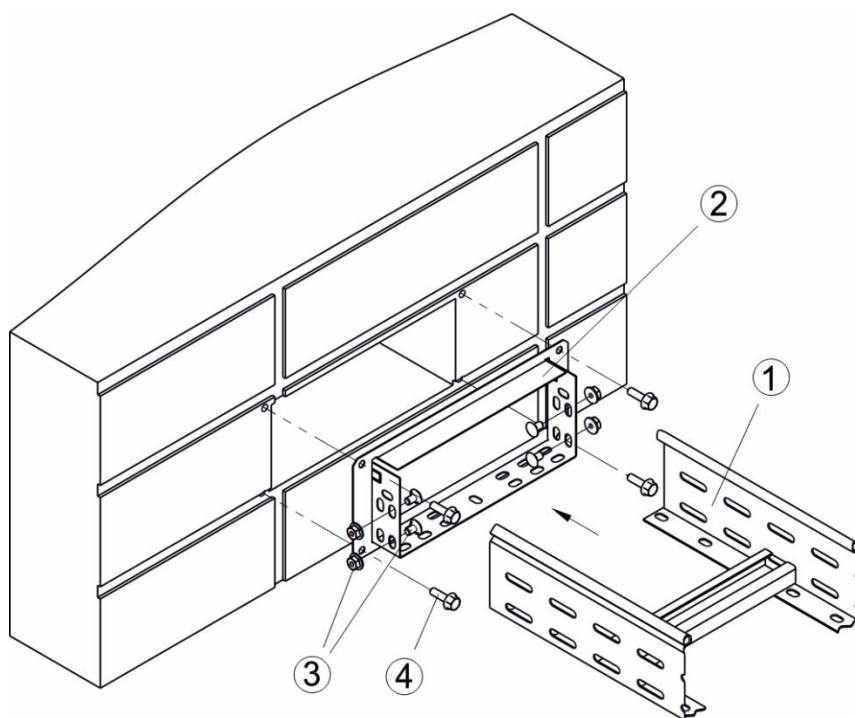

Рисунок 43
7.12.2 Закрепить фланец соединительный позиция 2 (рисунок 43) на стене. Крепление произвести либо при помощи четырех болтов анкерных позиция 4, либо при помощи четырех комплектов, каждый из которых состоит из анкера стального (латунного), болта и шайбы плоской.